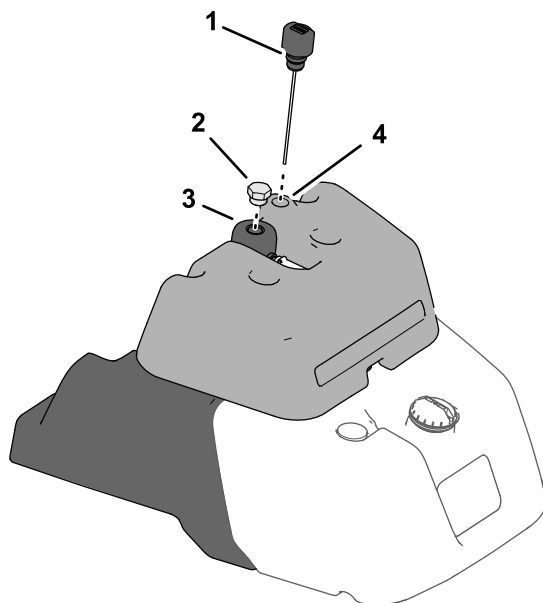

図 36
- 燃料タンク上部に燃料計が付いているマシンでは、リークディテクタのタンク上部にあるディップスティックを探し出し 図 36 ステップ 3 に進んでください。